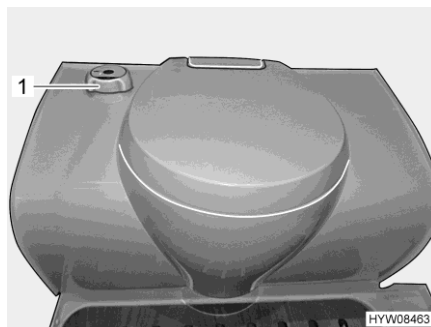

Fig. 133 Toilettes Thetford
*Ouvrir le curseur :* ■ Tourner la poignée tournante (Fig. 133,1) dans le sens inverse des aiguilles d'une montre.
*Fermer le curseur :* ■ Tourner la poignée tournante (Fig. 133,1) dans le sens des aiguilles d'une montre.